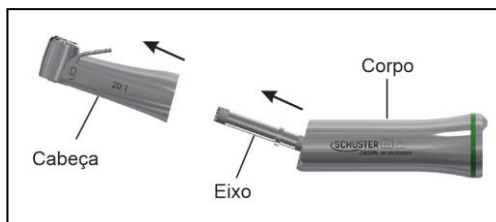

Fig. 21
- Desconecte a cabeça e o eixo do corpo do contra-ângulo (Fig. 21);